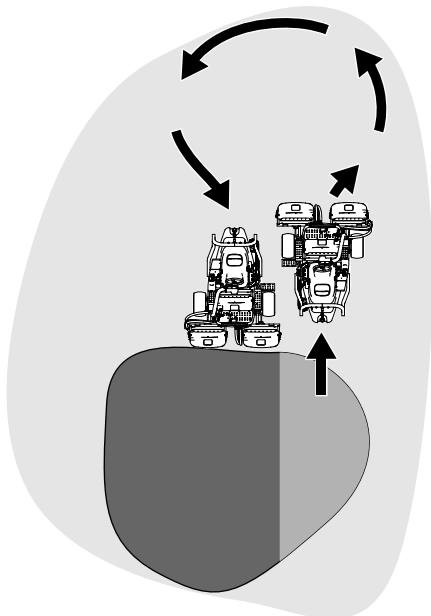

Figura 22
6. Para reduzir o tempo de funcionamento e facilitar o alinhamento para o próximo passo, oriente a máquina momentaneamente para a direção contrária, virando depois a máquina na direção da zona por cortar. Este movimento é uma volta em forma de gota (Figura 22) que alinha rapidamente a máquina para a próxima passagem.